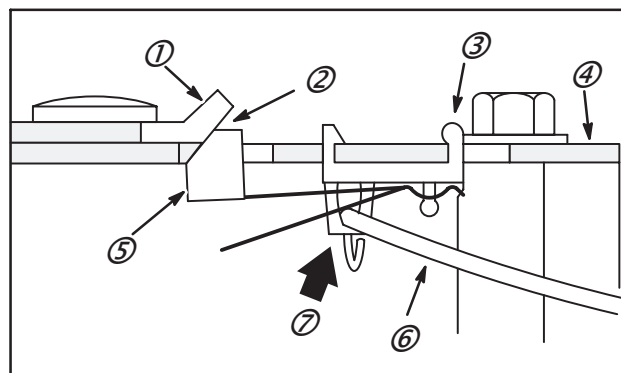

Fig. 25
Pour la position STOP, relâcher complètement la commande. Le levier de commande (1) au niveau du moteur doit être en contact (2) avec le contact d'arrêt (3) au niveau de la languette (5) indiquée à la Fig. 25. Support de commande (4)